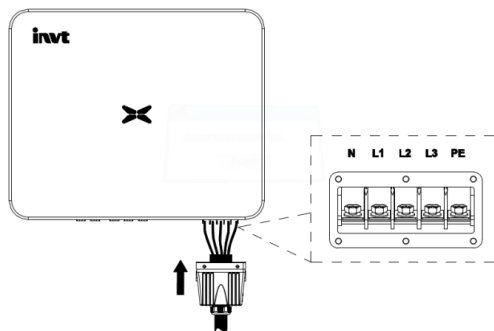

图 5.6 三相逆变器电网接入
(2) 再按照图 5.6 将已压好端子的 L1、L2、L3、N、PE 五根电缆固定在交流连接电路板的相应端子上，L1、L2、L3、N 紧固力矩 7-9N·m，PE 接地紧固力矩 7-9N·m；然后将 AC 防水罩与箱体固定。